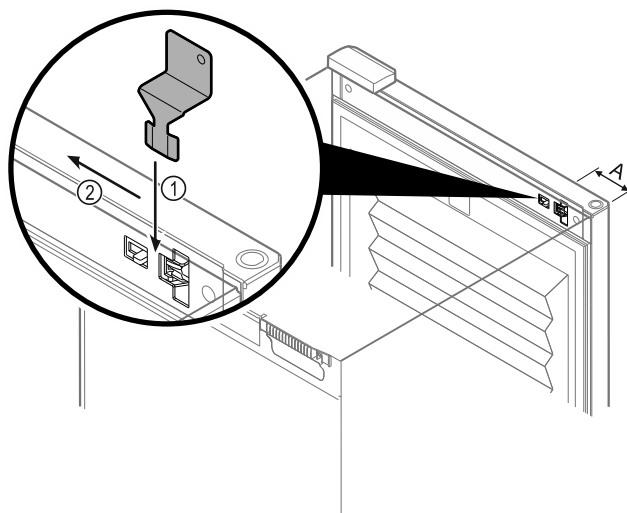

Fig. 150
- Placer la clé de déverrouillage d'urgence à l'emplacement indiqué Fig. 150 (A) ≈ 100 mm.
- Du haut, insérer la clé de déverrouillage d'urgence Fig. 150 (1) entre la porte et le corps de l'appareil jusqu'en butée.
- Tirer la clé de déverrouillage d'urgence vers la charnière. Fig. 150 (2)